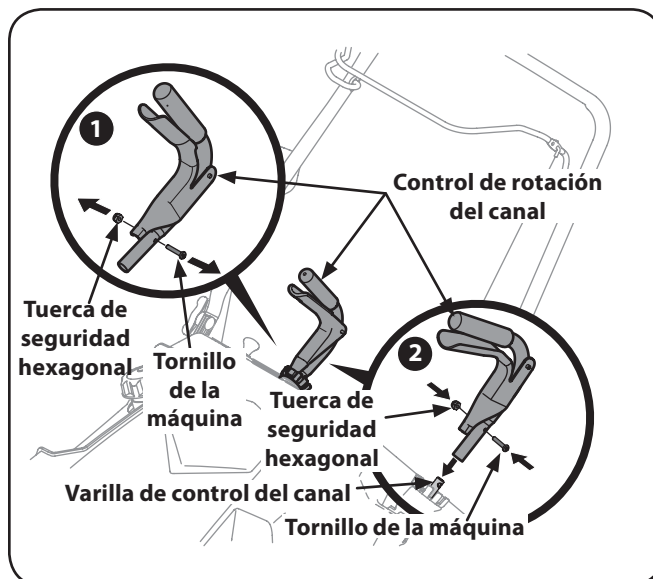

Figura 3-5
1. Retire la tuerca de seguridad hexagonal y el tornillo de la máquina del control de rotación del canal. Vea la Figura 3-5.
2. Coloque el control de rotación del canal sobre la varilla de rotación del canal y asegure con la tuerca de seguridad hexagonal y el tornillo de la máquina que fueron extraídos en el paso 1. Vea la Figura 3-5.